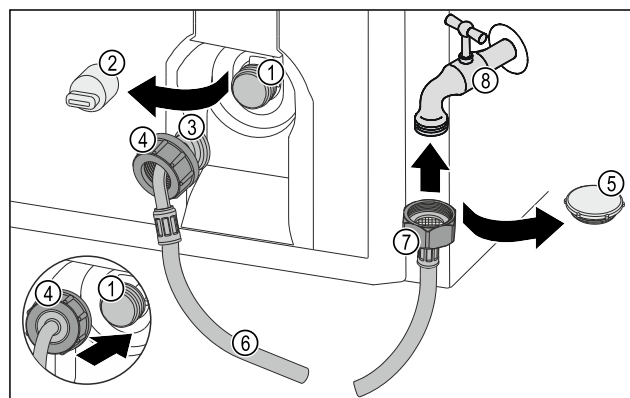

Fig. 74
- Retirer le capuchon de fermeture Fig. 74 (5).
- ▶ Placer l'extrémité de flexible droite Fig. 74 (7) sur le robinet d'eau Fig. 74 (8).
- ▶ Serrer l'écrou sur l'extrémité de flexible droite Fig. 74 (7) dans le sens des aiguilles d'une montre.